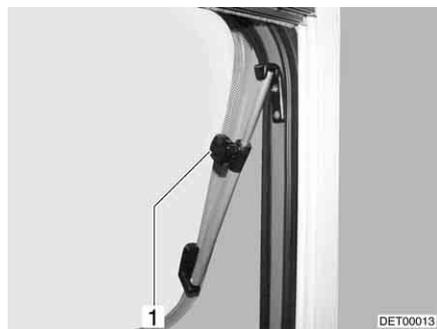

Fig. 75 Janela de projetar com defletor rotativo
- Abra a janela de projetar até à posição pretendida, fixando-a com o botão serrilhado (Fig. 75,1).
- Gire o botão serrilhado (Fig. 75,1), até o fixador ficar livre.